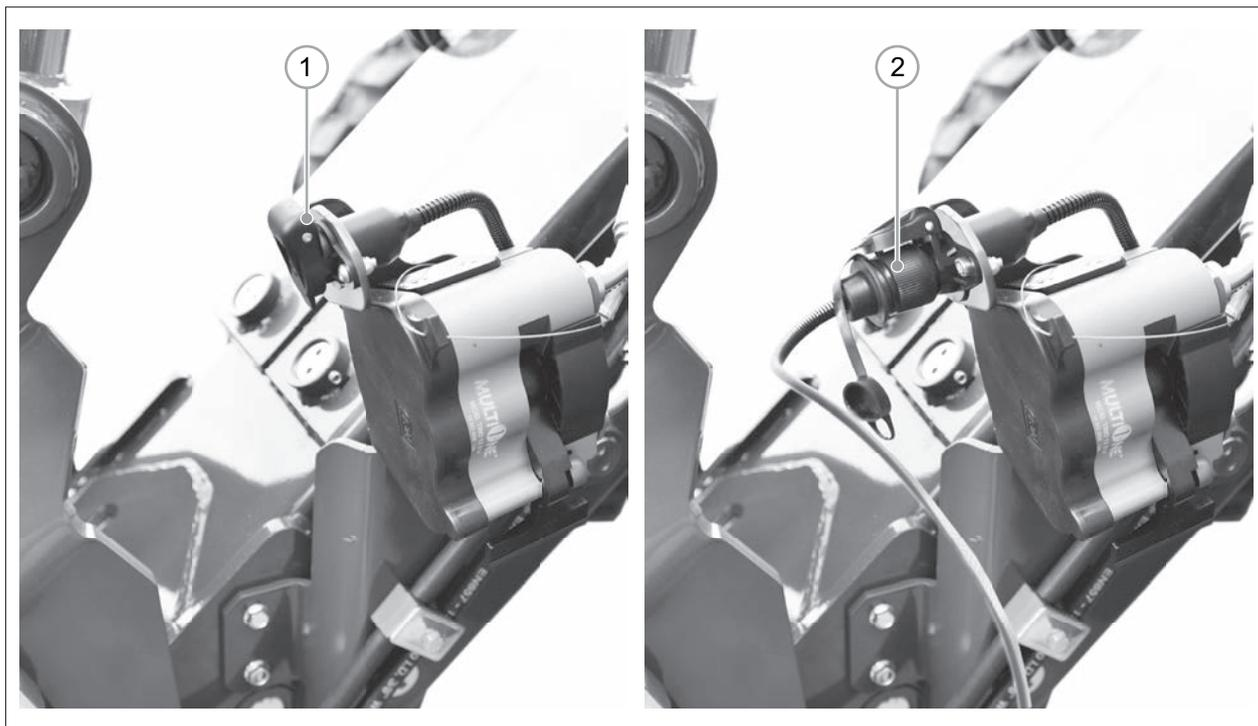

РИС. 30
- 3) Поднимите крышку электрической розетки (РИС. 30 - Сс. 1), установленную на подъемной стреле машины.
- 4) Вставьте штекер (РИС. 30 - Сс. 2) в гнездо навесного устройства и проверьте надежность соединения.
- 9) Отсоедините электрический штекер (РИС. 30 - Сс. 2) (при наличии).